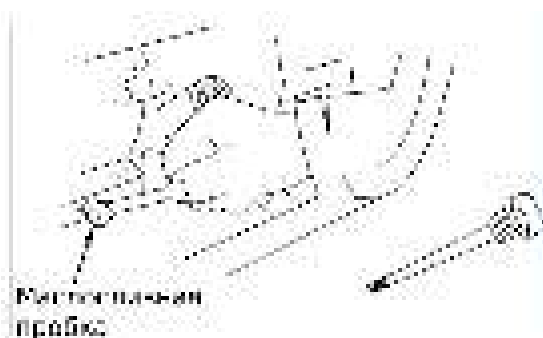

Рис. 21
8.4. Замена моторного масла (рис. 21 - 22).